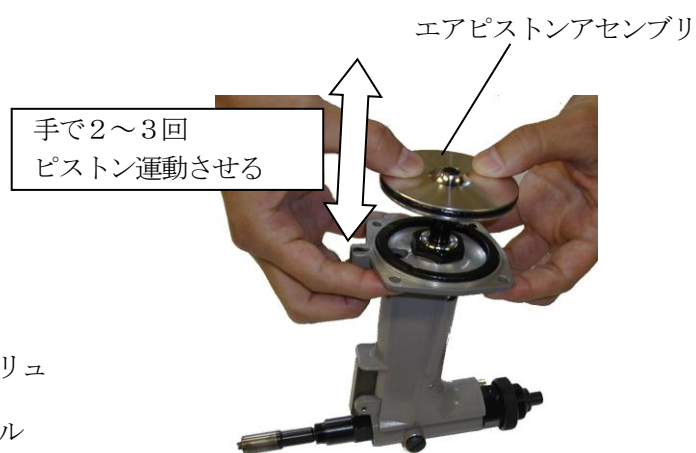

図7-9
- (6) エアピストンアッセンブリを引き抜き、再度油圧オイルを(4)の要領で注入し、フィルスクリュを仮締めして下さい。
- (7) エアピストンアッセンブリを押し込み、手で2~3回ピストン運動させた後、再度エアピストンアッセンブリを引き抜き、油面を確認してください。(図7-9)